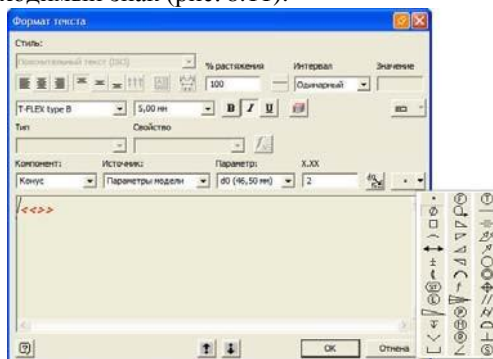

Рисунок 8.11 – Диалоговое окно **Формат текста**
- Для добавления символа (например, знака диаметра) выполните правый клик и в контекстном меню выберите **Текст**. В диалоговом окне **Формат текста** нажмите на кнопку **Вставить символ** и из списка выберите необходимый знак (рис. 8.11).